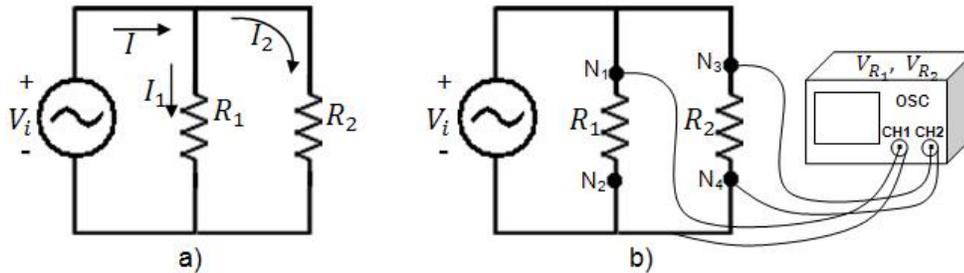

Figura 7.2. Circuito resistivo paralelo
a).- En el primer caso se analiza el funcionamiento del circuito resistivo paralelo con elementos cuyos valores no genere algún problema a la fuente de alimentación. Construya el circuito de la figura 7.2, con $V_i = 5 \text{ sen}(\omega t)$ de frecuencia $f = 1 \text{ KHz}$ y seleccione las resistencias que estén dentro del rango siguiente $2\text{K}\Omega \leq R_{\text{Total}} \leq 900\text{K}\Omega$. Mida el voltaje en R_1, R_2 indicadas en el circuito. Llene la tabla 7.4
b).- En segundo caso se analiza el funcionamiento del circuito resistivo paralelo con elementos cuyos valores requieren de más corriente que la corriente máxima de la fuente de alimentación. Construya el circuito de la figura 7.2, con $V_i = 5 \text{ sen}(\omega t)$ de frecuencia $f = 1 \text{ KHz}$, seleccione las resistencias que estén dentro del siguiente rango $500\Omega \leq R_{\text{Total}} \leq 1600\Omega$. Antes de construir el circuito calcule la potencia de las resistencias (llene la tabla 7.5), para seleccionar los elementos de la potencia adecuada. Mida el voltaje en cada resistencia del circuito y llene la tabla 7.5.